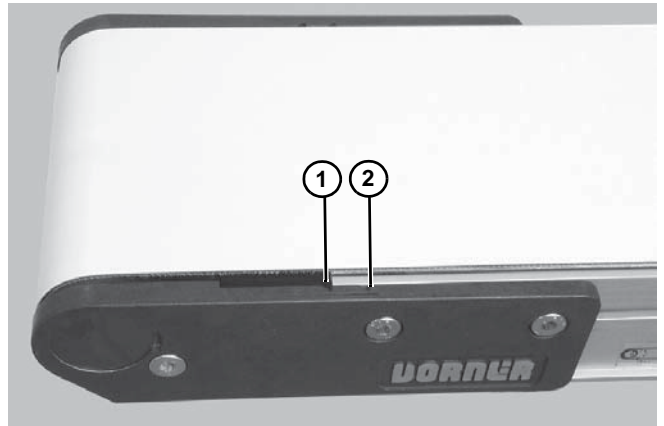

Figura 55
2. Ajuste la placa del cabezal de manera que el extremo del armazón del transportador se alinee con o entre las marcas de tensión de la placa del cabezal (**Figura 55, artículo 1 y 2**). Sustituya la banda si no puede lograrse una tensión adecuada al alinear el extremo del armazón del transportador con o entre las marcas de tensión. Véase la NOTA.